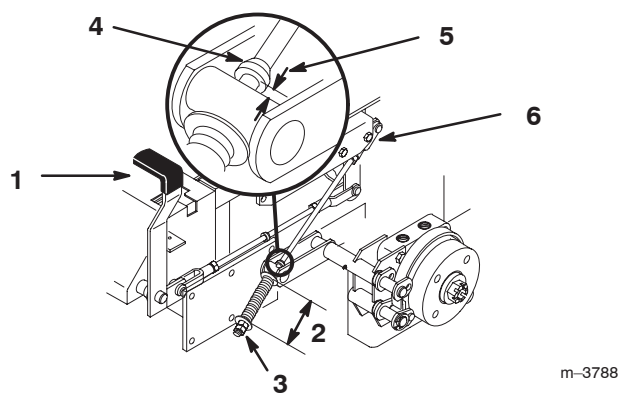

Figure 61
2. Mesurez la longueur du ressort. Les rondelles doivent être distantes de 70 mm (Fig. 61).
3. Si un réglage est requis, desserrez l'écrou de blocage situé sous le ressort et serrez l'écrou directement au-dessous de la chape (Fig. 61). Vissez l'écrou jusqu'à ce que le ressort ait la longueur voulue. Serrez les deux écrous ensemble et répétez la procédure de l'autre côté de la machine.
- A. Mesurez la distance entre le galet de tourillon et le collier sur la tige de frein. Elle doit être comprise entre 5 et 7 mm (Fig. 61).
6. Si un réglage est requis, desserrez l'écrou de blocage situé juste au-dessous de la chape. Tournez la tige inférieure jusqu'à obtention de l'écart voulu (Fig. 61). Serrez l'écrou de blocage à la chape.